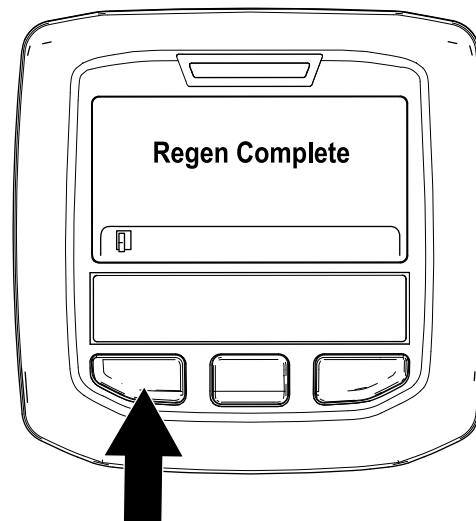

Figura 39
9. La regeneración con la máquina aparcada ha finalizado cuando se muestra el mensaje “Regen Complete” (Regeneración completada) en el InfoCenter. Pulse el botón de la izquierda para salir a la pantalla de inicio (Figura 39).